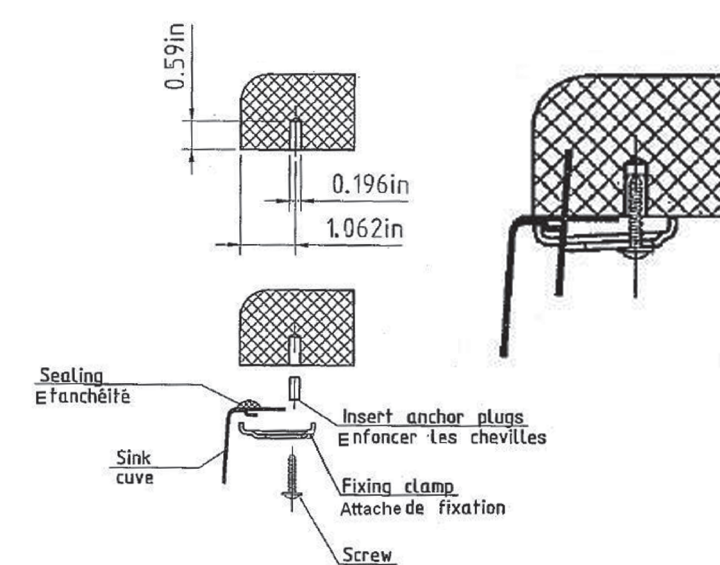

Fig. 3
6. Determine the placement of clips as indicated on template. Pre-drill holes according to method desired based on the countertop material. (See figure 3)
6. Positionner l'emplacement des attaches de fixation suivant les indications du gabarit de découpe. (Voir la figure 3)